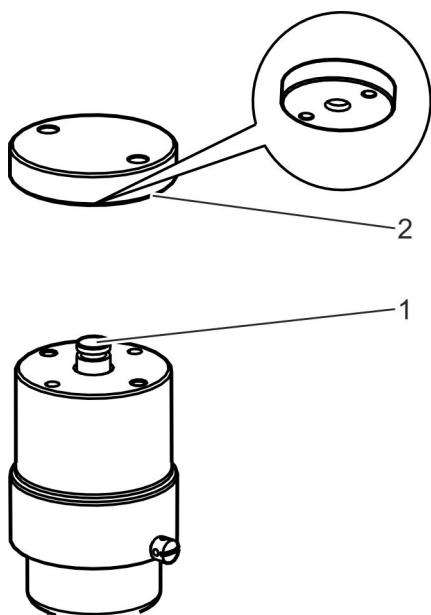

Abb. 29: Blockiervorrichtung aufstecken
6. ➔ Blockiervorrichtung (Abb. 29/2) auf das aus dem Gehäuse austretende Führungsstück (Abb. 29/1) aufstecken.